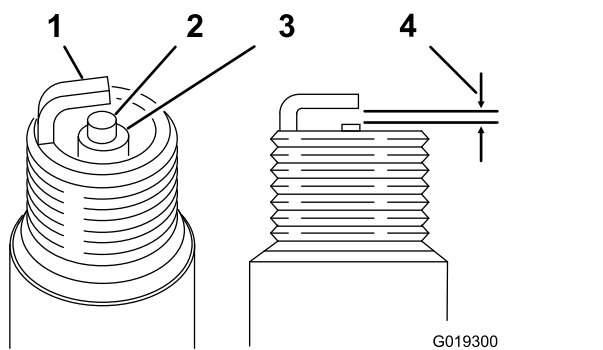

Рисунок 54
3. Проверьте состояние бокового электрода, выровняйте по центру электрод и выровняйте по центру изолятор электрода, чтобы избежать повреждений (Рисунок 54).
4. Выставьте зазор (Рисунок 54) между центральным и боковым электродами 0,81 мм.